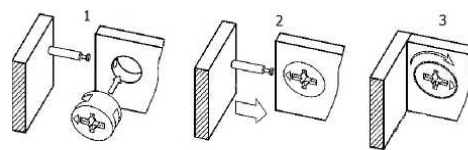

Рис. 4 - Соединение эксцентриковой стяжкой
2.2 Соедините царгу левую (3) и царгу правую (4) со спинкой опорной (1) и изножем с опорой (2) при помощи шкантов и усиленных эксцентриковых стяжек между собой, завернув эксцентрики до плотного присоединения деталей. (Рис.4).